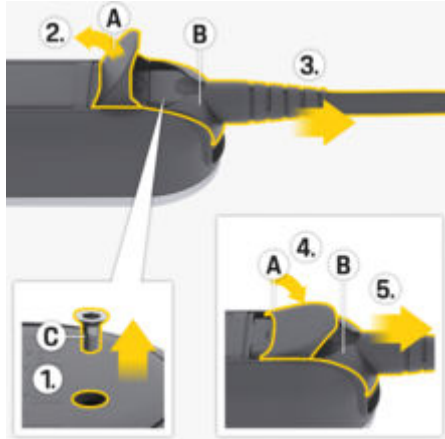

Abb. 13 Netzkabel lösen
1. Schraube **C** (Abb. 13) mit einem geeigneten Werkzeug lösen.
2. Klappe **A** (Abb. 13) ganz öffnen.
3. Stecker **B** (Abb. 13) bis zum ersten Widerstand herausziehen.
4. Klappe **A** (Abb. 13) bis auf etwa 15 Grad schließen (die Klappe kann auf Stecker **B** (Abb. 13) aufliegen).
5. Stecker **B** (Abb. 13) vollständig herausziehen.